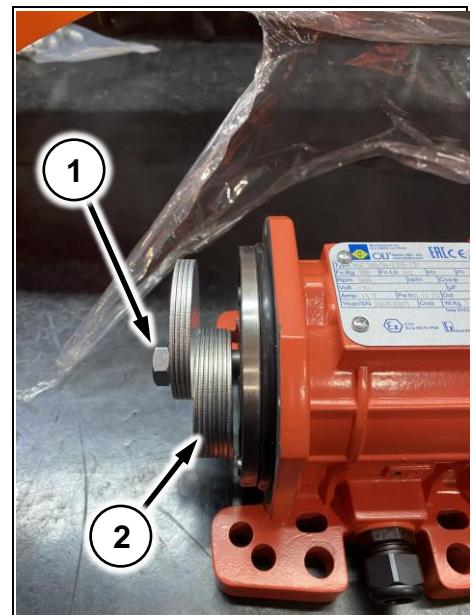

Рис. 218
На заводе вибратор настроен на 80% мощности. (Дебалансы разнесены на 180° друг от друга, 4 снаружи, 8 внутри). (Рис. 218/2). Если необходимо изменить усилие вибратора:
- 2 Открутите фиксирующую гайку (Рис. 218/1)
- 4 Закрутите фиксирующую гайку (Рис. 218/1)